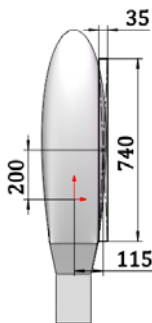

图 6-167 绘制矩形
- 02 单击【草图】选项卡中的 【矩形】按钮，绘制如图 6-167 所示的草图。